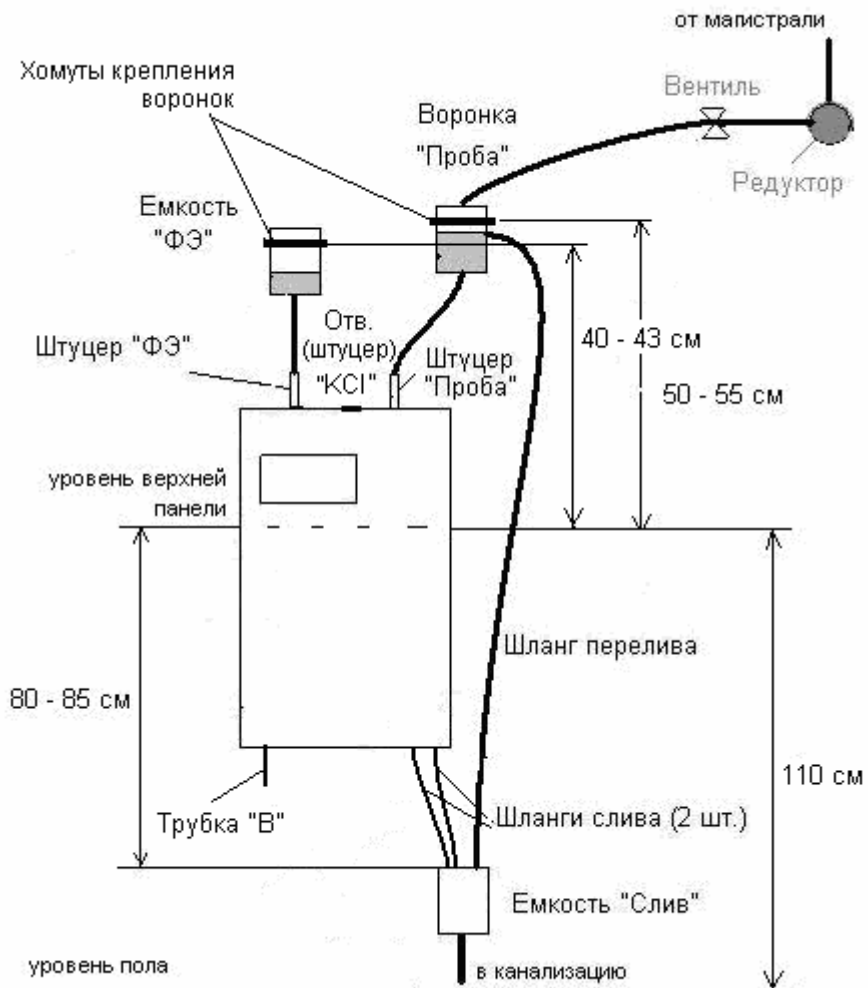
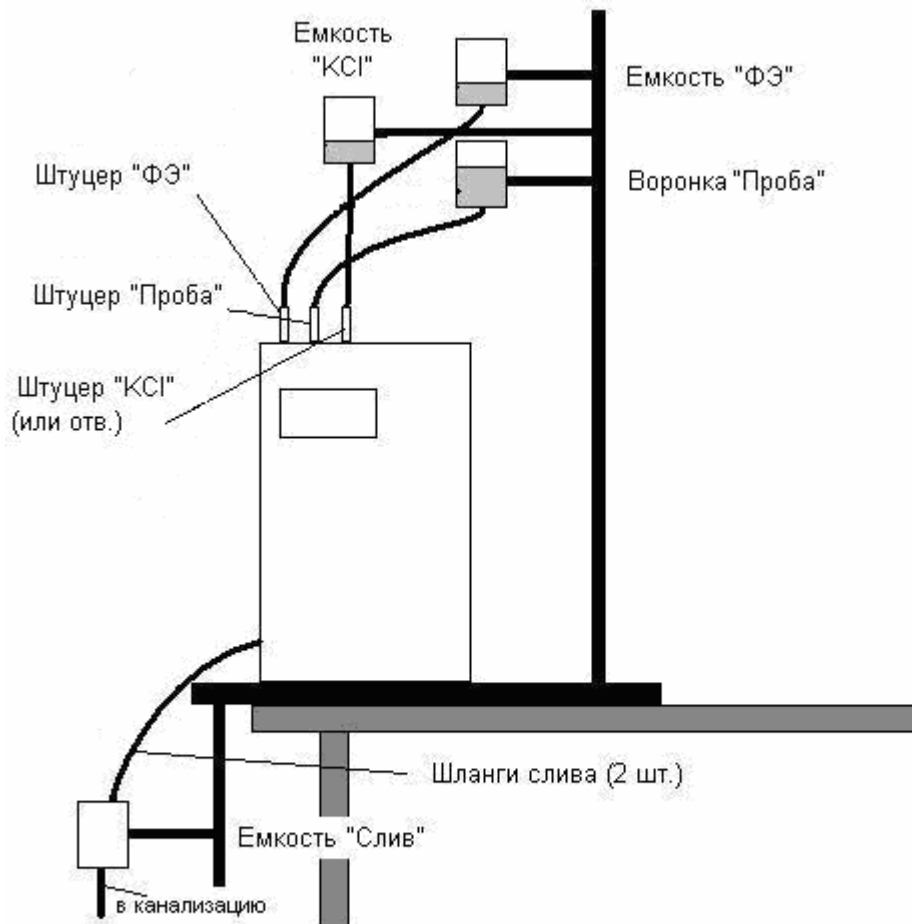

Рисунок 2.1 Монтаж анализатора щитового исполнения
Рисунок 2.2 Монтаж анализатора настольного исполнения
2.3.3 При помощи шприца 20 см³, входящего в комплект поставки, залить раствор хлорида калия в анализатор. Для этого отвинтить пробку от штуцера "КСl" (рис. 2.1), набрать в шприц раствор КСl и медленно и аккуратно ввести раствор в анализатор через штуцер "КСl". Повторить операцию, визуальную контролируя достижение уровнем раствора нижнего края резьбы пробки. Завинтить пробку. Расход КСl составляет примерно 1 см³ в сутки.
2.3.4 Закрепить анализатор и емкости с растворами на вертикальном щите или стене (рис. 2.1), используя для этого кронштейны на корпусе анализатора и хомуты для крепления емкостей. Рекомендуемая высота уровня верхних точек крепления корпуса - 110 см от уровня пола. Ёмкость "ФЭ" установить на высоте 40 - 43 см над уровнем верхней горизонтальной панели анализатора, приёмную воронку "Проба" - на высоте 50-55 см, а ёмкость "Слив" - на 80-85 см ниже уровня верхней горизонтальной панели анализатора. Подключить анализатор к напряжению питания 12 В.
Примечание. По запросу заказчика поставляется исполнение для установки на ровную горизонтальную поверхность (рис. 2.2).
По мере расходования фонового электролита его необходимо добавлять в емкость "ФЭ" (рис. 2.1).
По мере расходования раствора KCl для смачивания мембраны раствор необходимо доливать в отверстие "KCl" (рис. 2.1) или в емкость "KCl" (рис. 2.2).